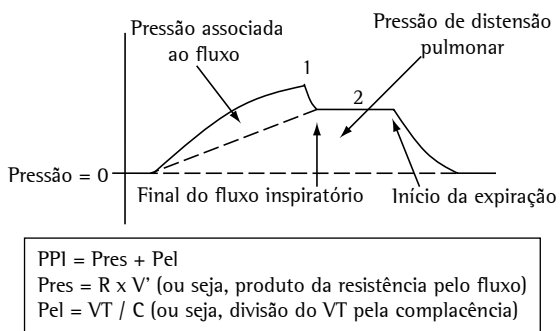

Figura 5 - Componentes da pressão Inspiratória.
pulmões e da parede torácica). Estes dois componentes são demonstrados abaixo, quando um determinado volume é fornecido com fluxo constante até determinado ponto (1), quando ocorre uma interrupção do fluxo (pausa inspiratória) que determina a pressão de platô (2), Figura 5.